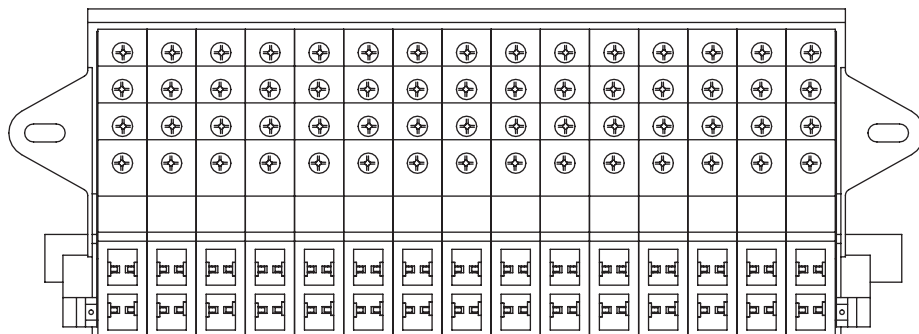

Рисунок 3 – Клеммы цепей управления корзины выключателя OptiMat A-S1 выдвижного исполнения с указанием нумерации.
- 1.7 Подключить мотор-редуктор к клеммам цепей управления под номерами 33,34,35, используя провода мотор-редуктора с соответствующими номерами 33, 34, 35 на маркировочных кембриках (рисунок 3,4,5).